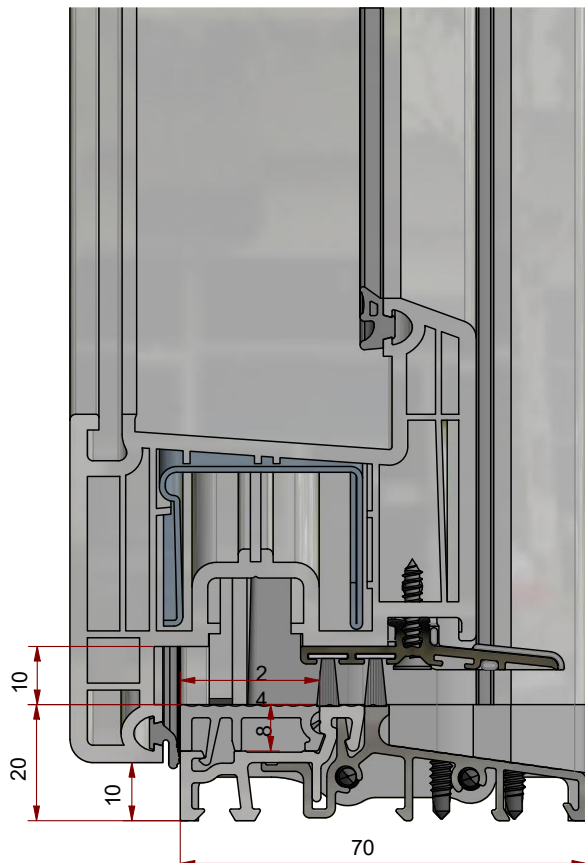

Abb. 2
3. Führen Sie das Silikon durch die verbleibenden Öffnungen der Anschlüsse (ohne Fase) ein, sodass die Kanäle an der Unterseite (zwischen Schwellenhalter und Schwelle) vollständig ausfüllt werden. (Abb.2)
- Ecklagermontage gemäß den Richtlinien des Beschlagherstellers. Die Bohrlehre **2 mm** tiefer einstellen (Für Falzlufte 10 mm). (Abb. 2)